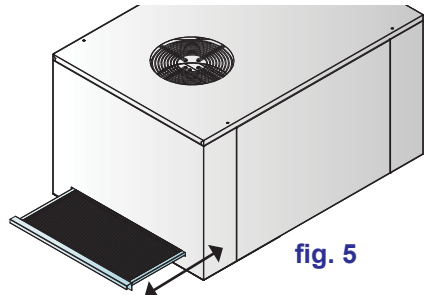

fig. 5
- Si la machine est équipée du Récupérateur Thermique avec pompe à chaleur nettoyer le filtre amovible (voir fig. 5).